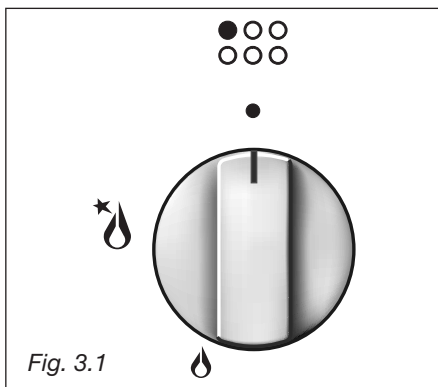

Fig. 3.1
L'arrivée du gaz au brûleur est commandée par une manette (fig. 3.1). En faisant coïncider le repère de la manette avec les symboles marqués sur le tableau de bord) nous aurons:
- Pour allumer le brûleur, appuyer sur la manette et la faire tourner (fig. 3.2) jusqu'à la position de débit maximum (grande flamme ★); puis continuer à appuyer sur la manette jusqu'à ce que l'allumage se fasse (fig. 3.1).